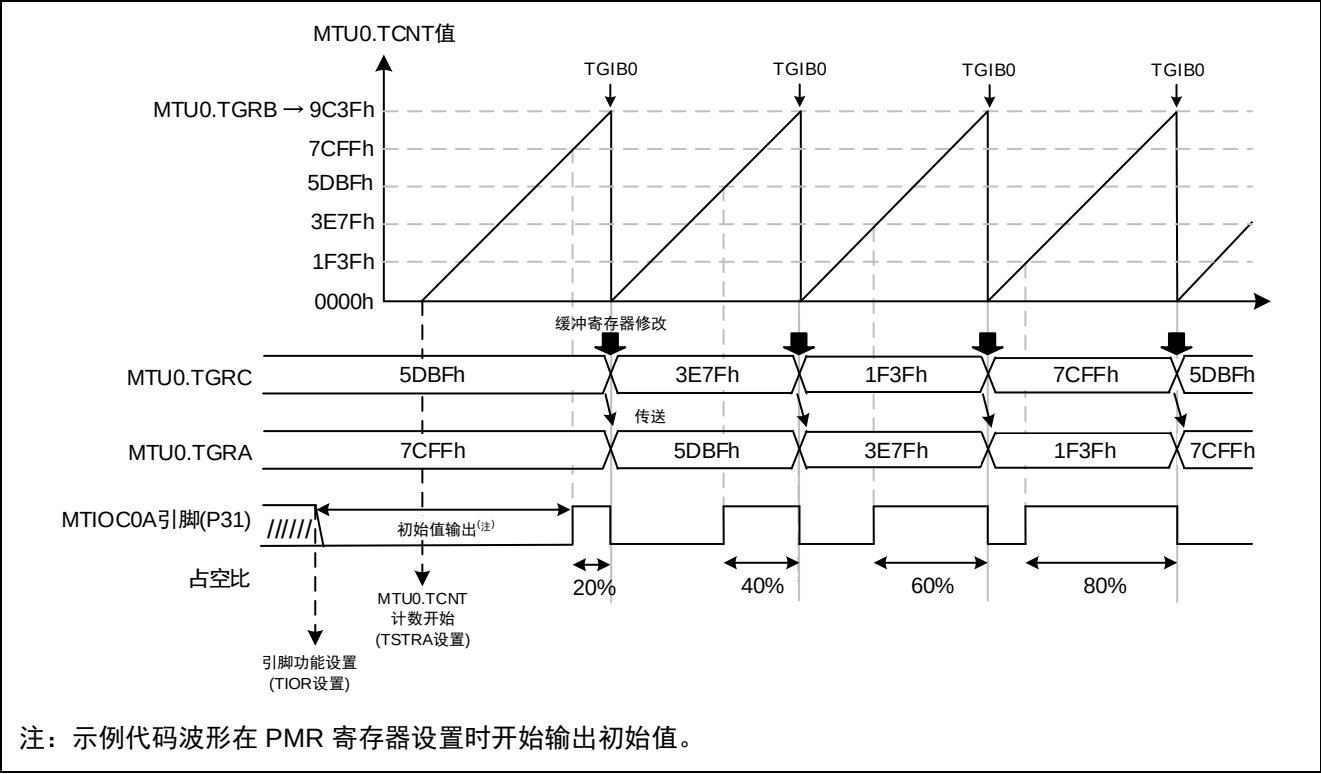

图 3.12 示例代码运行
- 关于占空比改变的时间的详细信息,请参考图 3.12
示例代码的运行如图 3.12 所示。通过在周期寄存器 TGRB 的 TGRB 比较匹配中断（TGIB0）中修改缓冲寄存器 TGRC 的值，可以在每个周期改变占空比的设置。当计数器清除发生时，TGRC 的值被传送到占空比寄存器 TGRA。